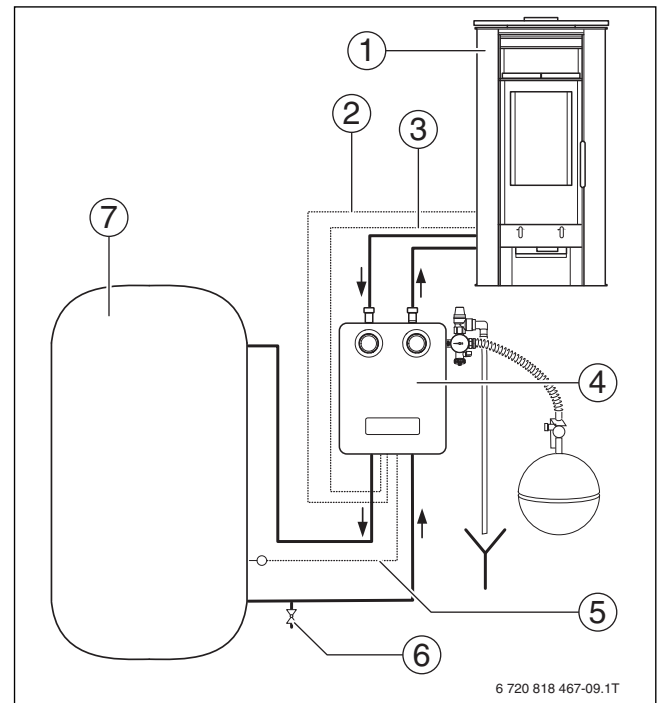

Bild 17 Verrohrung Ofenanlage
- ▶ 2-adrige Kesselrelaisleitung $2 \times 0,75 \text{ mm}^2$ (→ Bild 17, Seite 13, [2]) von der Komplettstation zur Rückseite des Kaminofens führen.